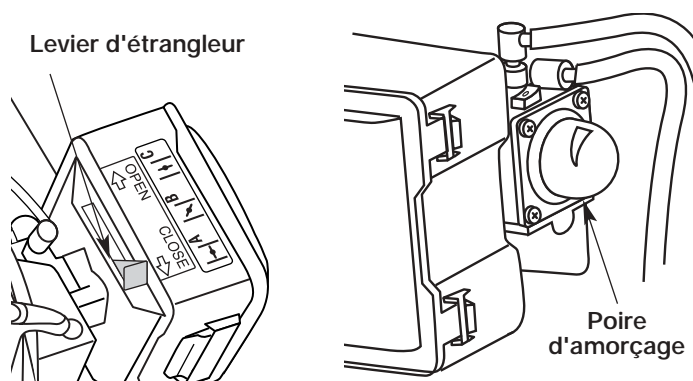

Fig. 11
4. Mettez le levier d'étrangleur en position d'étranglement MAXIMUM (A) (Fig. 11).
**NOTE** : Placez le levier d'étrangleur au-dessus du symbole correspondant de l'autocollant du couvercle du filtre à air (Fig. 11).
5. Enfoncez complètement puis relâchez graduellement la poire d'amorçage 7 fois. Vous devriez sentir et voir de l'essence dans la poire (Fig. 11). S'il n'y en a pas, appuyez trois fois de plus ou jusqu'à en voir.
7. Tout en appuyant sur la manette des gaz, pour la mettre à pleins gaz, et en mettant le levier d'étrangleur en position d'étranglement **MAXIMUM (A)** |←|, saisissez la corde de démarrage de la main gauche et tirez dessus brusquement 5 fois de suite. Si le moteur essaie de démarrer avant le cinquième tir, passez à l'étape 8.
8. Mettez le levier d'étrangleur en position **PARTIEL (B)** |↖| (Fig. 11).
**NOTE** : Le moteur ne peut fonctionner en position d'étranglement **MAXIMUM (A)** |←|.
10. Mettez le levier en position de **MARCHE (C)** |↑| et laissez tourner à pleins gaz pendant 30 secondes et jusqu'à une (1) minute si la température est inférieure à 10°C (50°F).
**NOTE** : Si le moteur ne démarre pas avec ces procédures, répétez les étapes 5 à 11 en tirant **DEUX (2)** fois en position d'étranglement **MAXIMUM (A)** |←|.
2. Mettez le levier d'étrangleur en position **PARTIEL (B)** |↖| (Fig. 11).
3. Enfoncez complètement puis relâchez graduellement la poire d'amorçage 7 fois. Vous devriez sentir et voir de l'essence dans la poire (Fig. 11). S'il n'y en a pas, appuyez trois fois de plus ou jusqu'à en voir.